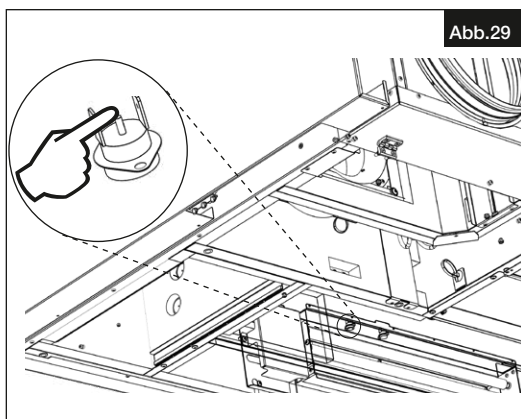

Abb.29
1. Die Reset-Taste für die elektrische Nachheizung drücken (s. Abb.29).